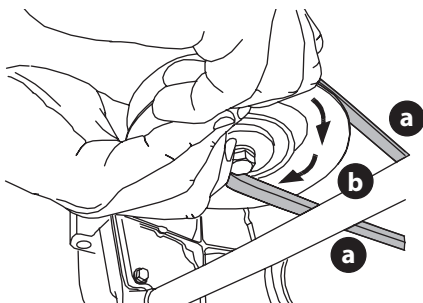

Figura 47
- d. Mientras sostiene la correa de la PTO (a) hacia abajo, siga girando la polea de la PTO (b) hasta que la correa de la PTO (a) se deslice fuera de la polea (b) (Figura 47).
10. Mientras sostiene la correa y la polea de la PTO juntas, gire la polea de la PTO hacia la izquierda (Figura 47 en la página 69). Siga sosteniendo y rotando la polea de la PTO y la correa de la PTO hasta que la correa de la PTO se enrolle totalmente en la polea de la PTO.